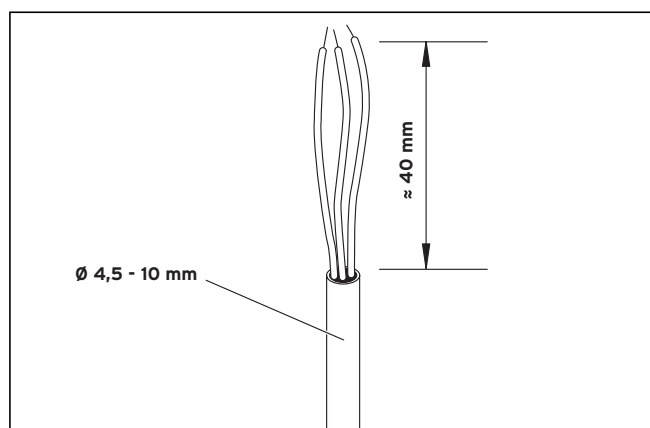

Abb. 4.15 Kabelisolierung entfernen
- Entfernen Sie die Isolation des Kabels, wie in Abbildung 4.15 dargestellt.